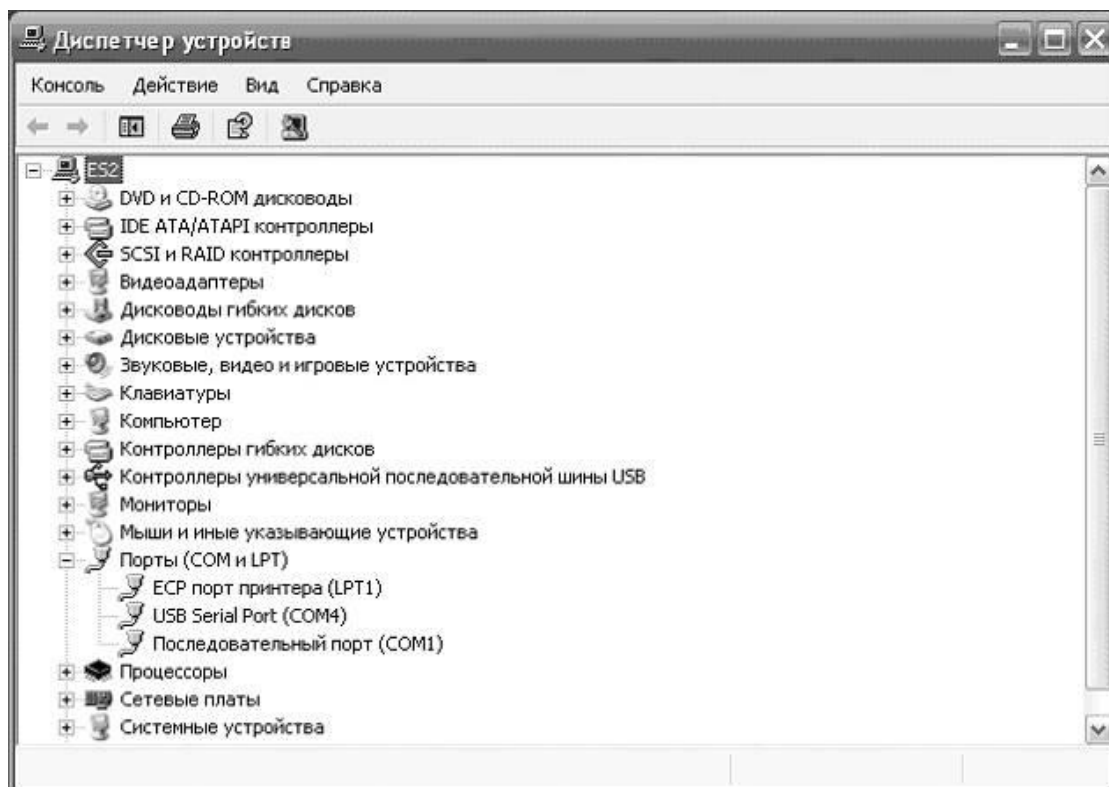

Рис. 12 Порт TMB-2 в списке устройств компьютера
2. Открыть диспетчер устройств компьютера. Для этого следует правой кнопкой мыши щелкнуть по значку «Мой компьютер» на рабочем столе и выбрать пункт «Свойства». Затем в открывшемся окне выбрать вкладку «Оборудование» и нажать на кнопку **«Диспетчер устройств»**. Откроется окно диспетчера устройств (рис. 12). Порт прибора обозначен как **«USB Serial Port»**. В скобках указан назначенный системой порт.